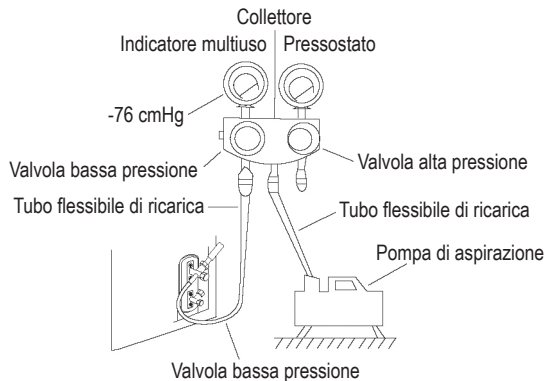

Fig. 8.1
2. Rimuovere il coperchio elettrico dell'unità esterna. Se l'unità esterna è sprovvista di coperchio, smontare i bulloni dal pannello di manutenzione e rimuovere il pannello di protezione. (Vedere Fig. 8.1)